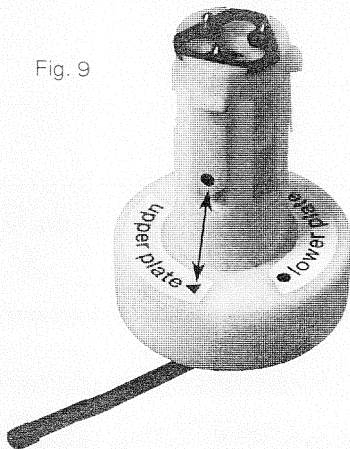

Fig. 9
- Das Abziehwerkzeug auf Klemmelement "oben" ändern und das Klemmelement exakt auflegen (jeder Service-Kopfscheibe beige packt) (Fig. 9).